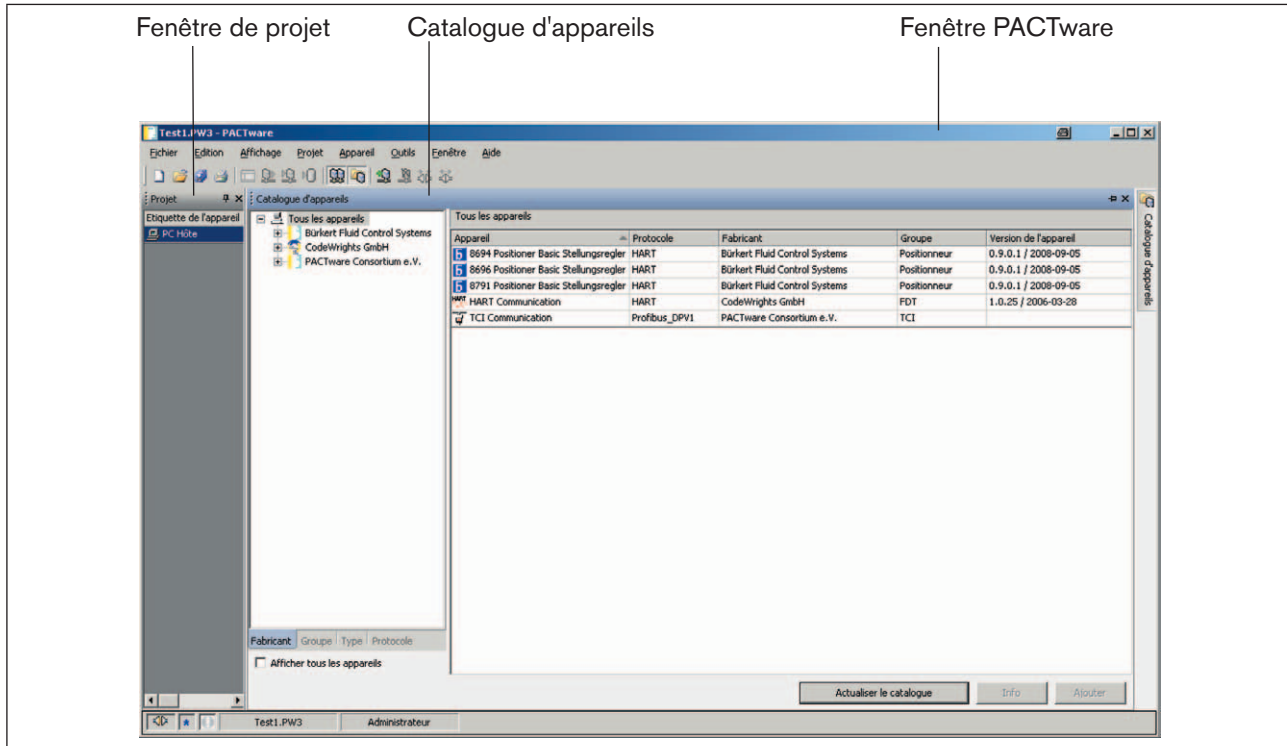

Fig. 11 : Catalogue d'appareils avec DTM Comm HART et DTM d'appareils Bürkert
- après réouverture du catalogue d'appareils, les DTM d'appareils Bürkert sont disponibles, voir « Fig. 11 : Catalogue d'appareils avec DTM Comm HART et DTM d'appareils Bürkert ».